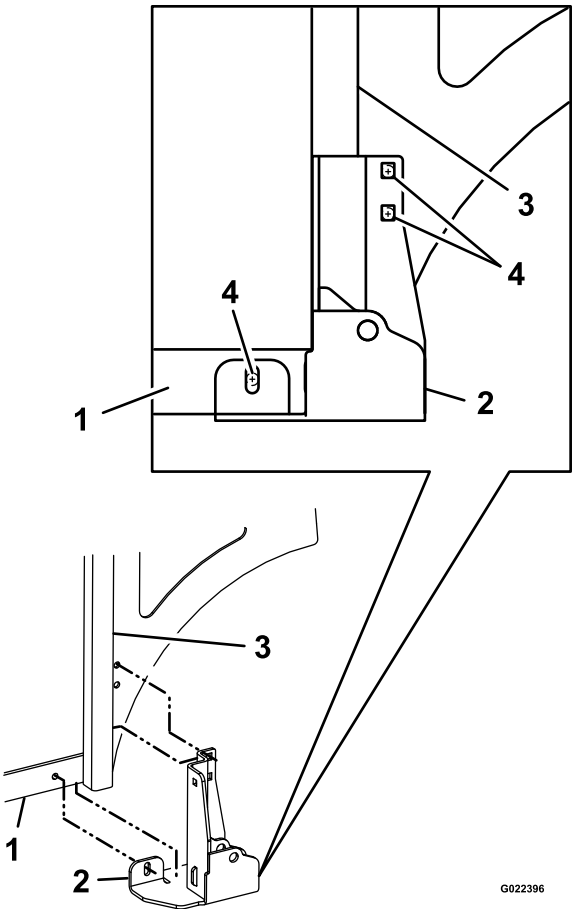

Figura 3
Nota: Si no hay taladros en el bastidor, asegúrese de que el soporte está apretado contra el bastidor, marque los centros y perforo tres taladros (8.4 mm / 11/32 pulgada de diámetro), según se muestra en Figura 3.
- Coloque el soporte inferior del actuador debajo del bastidor trasero izquierdo y contra la superficie exterior de la pata vertical (Figura 3).